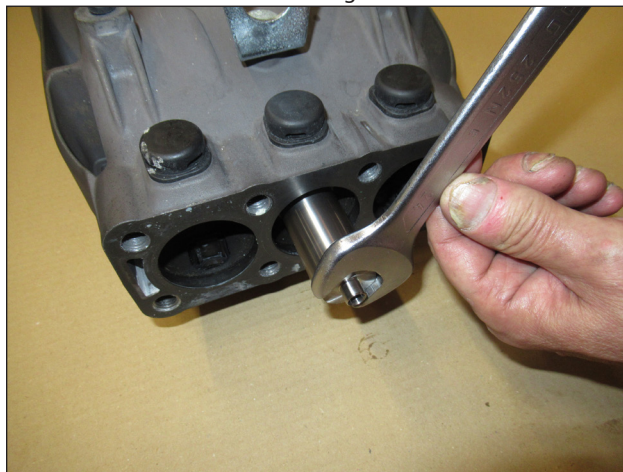

Fig. 48
- A) Dopo aver smontato testata e distanziale testata, liberare il distanziale come indicato in Fig. 48.